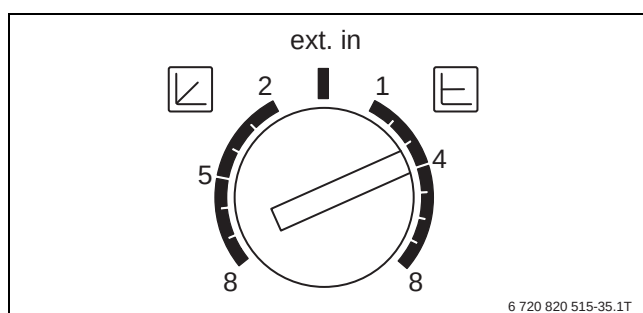

Bild 19 Einstellmöglichkeiten Pumpe PC0
- Die Pumpe PC0 der Pumpengruppe des Gas-Brennwertgeräts muss auf Δp = konstant eingestellt werden. Die Einstellung erfolgt direkt an der Pumpe PC0 (→ Bild 19). Der Förderdruck der Pumpe PC0 ist entsprechend dem Druckverlust des Wärmetauschers des Gas-Brennwertgeräts zu wählen. Druckverluste des Gas-Brennwertgeräts bei $\Delta T = 25 \text{ K}$ (35 K):